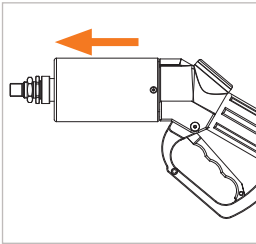

Abbildung 10
- ▶ Stecken Sie die Füllkupplung bis zum Anschlag auf den Tanknippel im Fahrzeug auf und halten Sie die Kupplung in dieser Position (OFF-Stellung) (Abbildung 10).